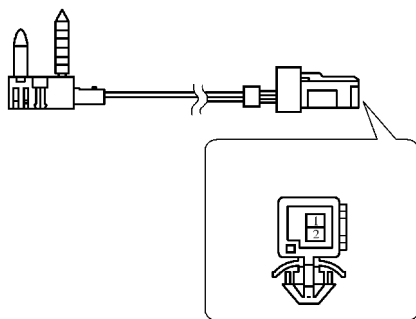

图 8-34 蒸发器温度传感器
1) 使用万用表测量蒸发器温度传感器两端子之间电阻值，阻值应随温度升高而逐渐降低，如图 8-34 所示。若不符合规定则更换传感器。